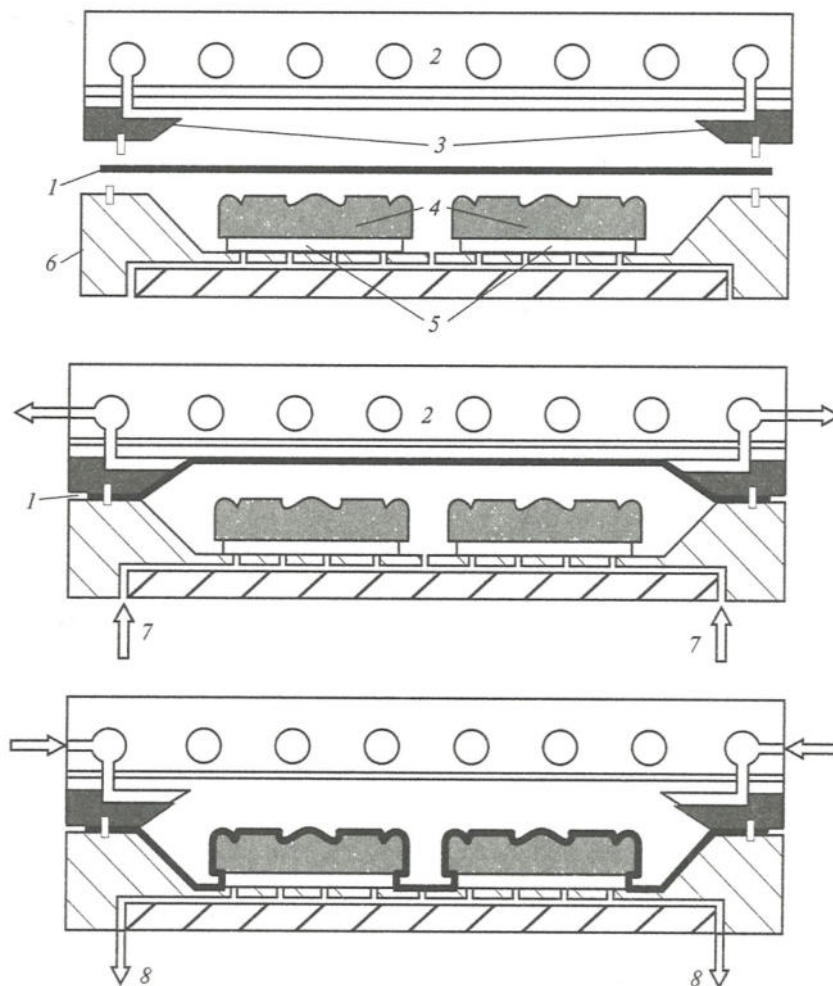

Рис.2 Схема работы мембранного пресса
5. Изучите схему работы мембранного пресса (рис.2) и составьте режим прессования мембранного пресса